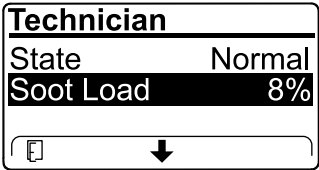

Figura 40
- Veja a carga de fuligem que é medida como percentagem de fuligem no filtro de partículas de gasóleo (Figura 40); consulte a tabela de carga de fuligem.